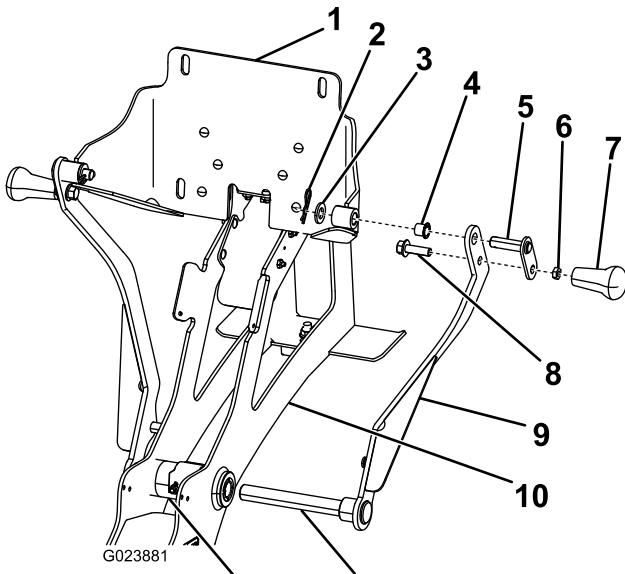

Figura 5
- Inserte el eje del brazo de sujeción derecho en el buje (Figura 5).
15. Sujete el asa a la chapa trasera con una arandela plana y un pasador de horquilla, según se muestra en Figura 5.